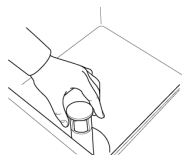

Fig.26
- 1- Aprire la porta e verificare che tutti i componenti interni, incluso il troppieno, siano nella giusta sede. (Fig.26)